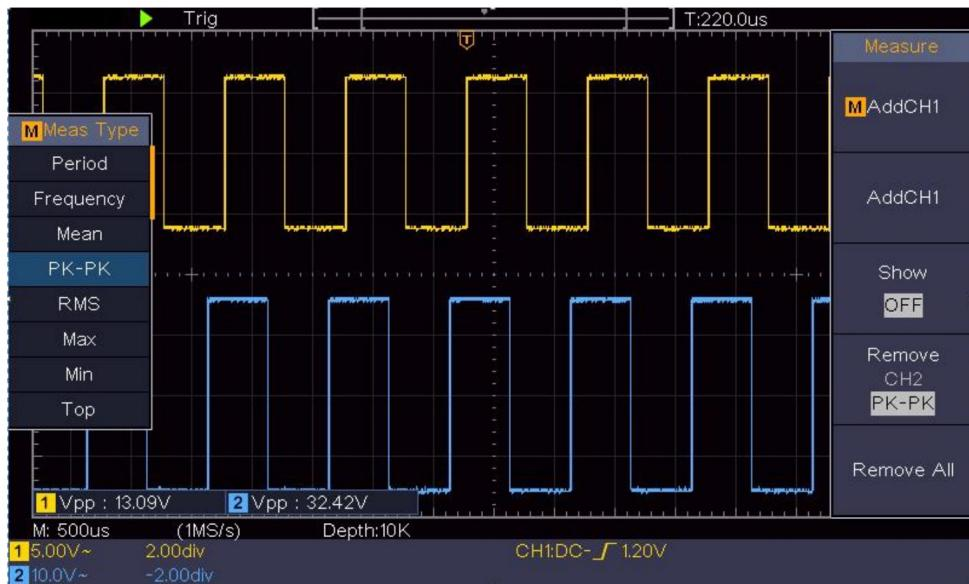

Figura 6-2 Forma d'onda della misurazione del guadagno
(1) Premere il pulsante **Autoset** e l'oscilloscopio si accenderà automaticamente adattare le forme d'onda dei due canali nella visualizzazione corretta stato.
(2) Premere il pulsante **Misura** per visualizzare il menu corretto.
(3) Selezionare **AddCH1** nel menu a destra.
(4) Nel menu Tipo a sinistra, ruotare la manopola **M** per selezionare **PK-PK**.
(5) Nel menu di destra, seleziona **AddCH1**. Il tipo picco-picco di CH1 viene aggiunto.
(6) Nel menu di destra, seleziona **AddCH2**. Il tipo picco-picco di CH2 viene aggiunto.
(7) Leggere le tensioni picco-picco del Canale 1 e del Canale 2 da in basso a sinistra dello schermo (vedere *Figura 6-2*).
(8) Calcolare il guadagno dell'amplificatore con le seguenti formule.